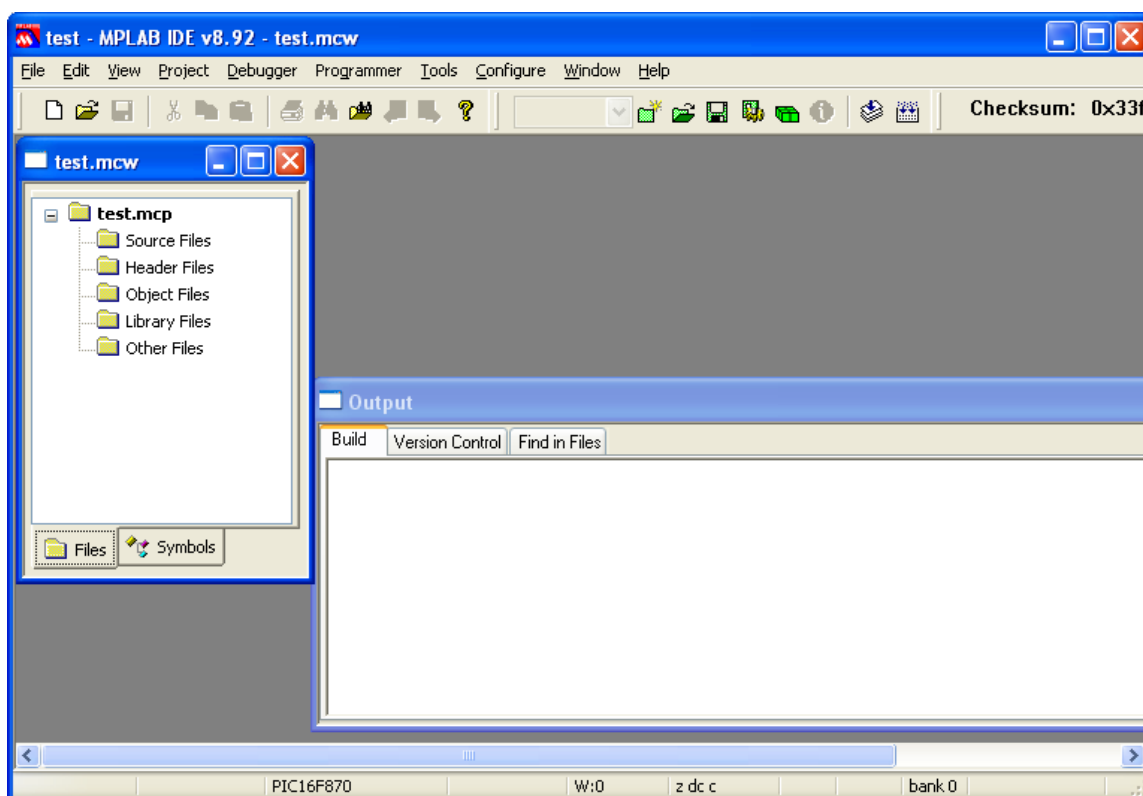

Рис. 11. Середовище MPLAB IDE
9. Потрібна бути картина, що аналогічна рис. 11.